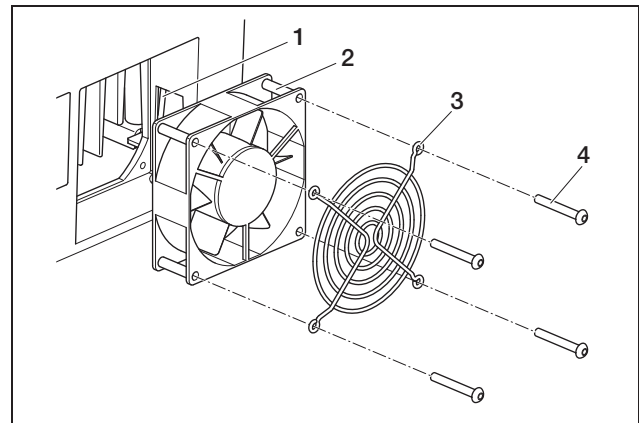

Abbildung 84: Lüfter ausbauen (PIKO 3.0/3.6/4.2/5.5)
- PIKO 3.0/3.6/4.2/5.5: Lösen Sie die Schrauben (4 in Abb. 84) und nehmen Sie das Lüftergitter und den Lüfter vorsichtig heraus.